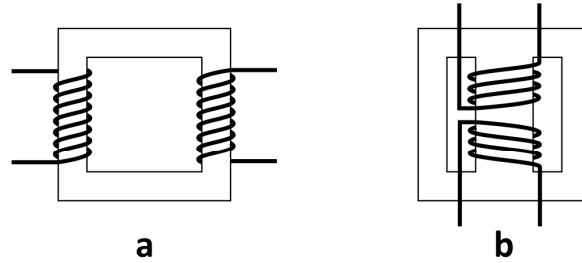

Fig. 3 - Disposição das bobinas
- a) **Núcleo envolvido** (Fig. 3-a);
- b) **Núcleo envolvente**, mais utilizado por apresentar menores perdas por dispersão de fluxo (Fig. 3-b);